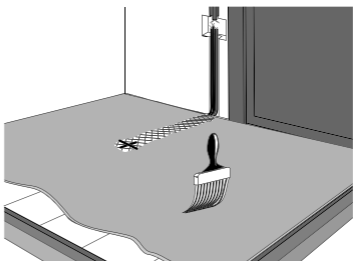

Рис. 2
8. Подготовленную поверхность рекомендуем покрыть грунтовкой глубокого проникновения. Сильно впитывающие поверхности грунтуются два раза. Дайте поверхности высохнуть (рис. 2).